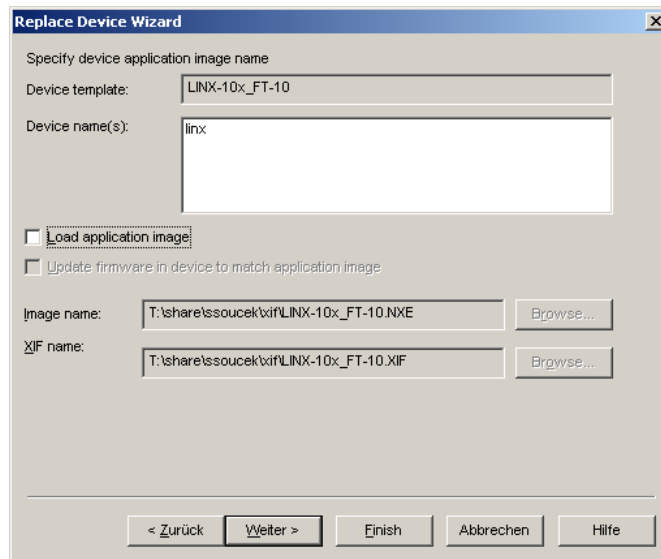

Abbildung 95: Klicken Sie auf Next, ohne ein Anwendungsabbild (application image) zu laden
4. Im darauf folgenden Fenster klicken Sie auf **Next**, siehe Abbildung 95.